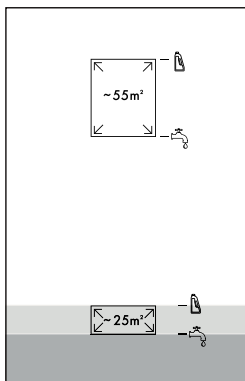

Fig. 8
- ♦ Hæld vand fra hanen eller destilleret vand i brugsvandsbeholderen **11** op til den første niveau-markering  til mindre arealer  (op til 25 m²) (se fig. 8).
- ♦ Hæld rengøringsmiddel i brugsvandsbeholderen **11** op til den anden niveau-markering  til mindre arealer  (op til 25 m²) (se fig. 8).